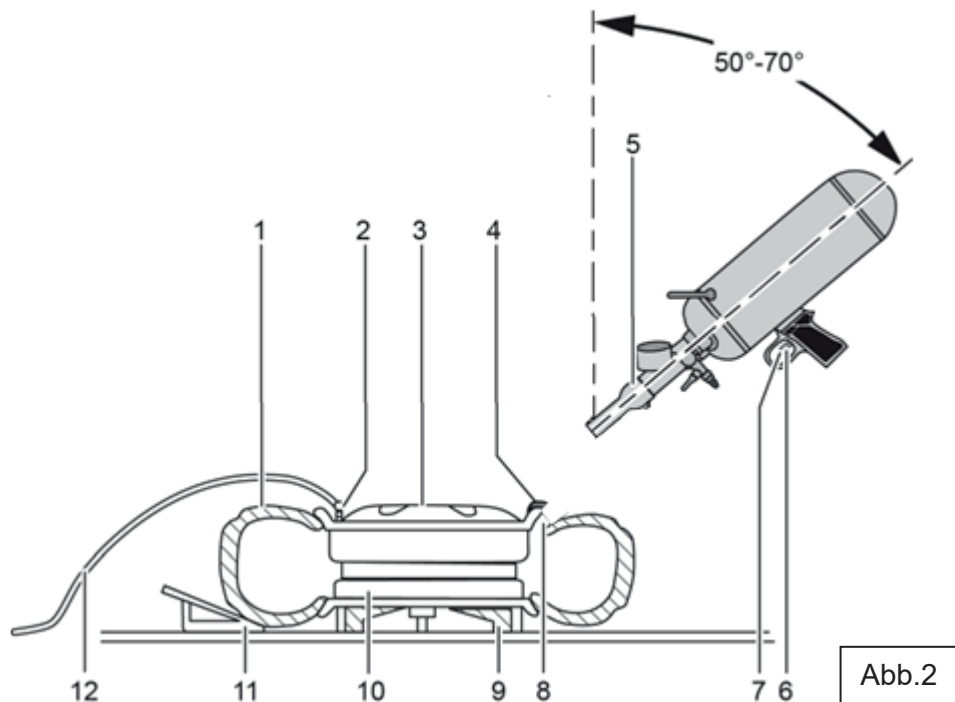

Abb.2
3. Reifen mit einer Seite auf die innere Felgenseite (Abb. 2,10) aufziehen.
Hinweis Nicht die Seite mit dem Luftventil (Abb. 2,2) verwenden.
7. Luftschlauch (Abb. 2,12) (nicht im Lieferumfang enthalten) an Luftventil (Abb. 2,2) montieren.
1. Reifenstand (Abb. 2,9) (z. B. Reifenhalter GB-51) aufstellen.
2. Reifen (Abb. 2,1) und Felge (Abb. 2,3) auf den Reifenstand (Abb. 2,9) legen. Dabei beachten:
- a. Das Luftventil (Abb. 2,2) muss senkrecht nach oben zeigen.
- b. Die innere Felgenseite (Abb. 2,10) muss nach unten zeigen.
3. Den Reifen bei Bedarf mit Keil (Abb. 2,11) gegen Wegrutschen sichern.
5. Über das Luftventil (Abb. 2,2) und den Luftschlauch (Abb. 2,12) Luft in den Reifen strömen lassen.
7. BB in einem Winkel von 50 bis 70° zur Senkrechten halten, siehe auch Abb. 2.
8. Schutzkappe (Abb. 2,6) vom Auslöser (Abb. 2,7) abnehmen.
9. Darauf achten, dass die beiden Luftauslassöffnungen des Aufsatzrohrs in die Öffnung (Abb. 2,8) zwischen Reifen und Felge zeigen.
10. Einsatzposition bestimmen. Dazu Lippe (Abb. 2,4) des Aufsatzrohrs (Abb. 2,5) gegenüber dem Luftventil (Abb. 2,2) auf die Felge (Abb. 2,3) aufsetzen.
► Aufsatzrohr (Abb. 2,5) vor dem Drücken des Auslösers 3 bis 5 cm von der Felge zurückziehen!
11. Aufsatzrohr (Abb. 2,5) 3 bis 5 cm von der Felge (Abb. 2,3) zurückziehen.
12. Auslöser (Abb. 2,7) drücken. Druckluft strömt stoßartig in den Reifen und der Reifen wird gleichmäßig auf die Felge gezogen.
14. Wenn der Reifen korrekt auf der Felge sitzt, Luftschlauch (Abb. 2,12) vom Luftventil (Abb. 2,2) abnehmen.